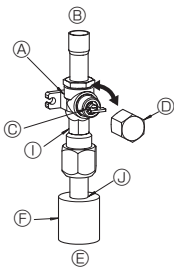
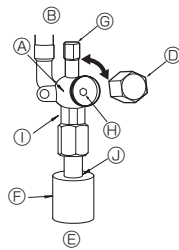

Fig. 4-6
Fig. 4-7
(1) Lado do gás (Fig. 4-6)
- ① Remova a cápsula, puxe a alavanca na sua direcção e gire 1/4 de volta no sentido contrário aos ponteiros do relógio para abrir.
- ② Certifique-se de que a válvula de paragem esteja completamente aberta, empurre a alavanca e gire a cápsula de volta à sua posição original.
(2) Lado do líquido (Fig. 4-7)
- ① Retire a tampa e rode a válvula para a esquerda o máximo que puder com uma chave sextavada de 4 mm. Pare de rodar quando esta alcançar o batente. (Ø9,52: Aproximadamente 10 rotações)